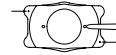

Fig. 10
4. Țineți ICL sau TICL cu o pensă și verificați-o sub microscop operator pentru a identifica și a verifica orientarea ICL sau TICL corectă. (Fig. 10)